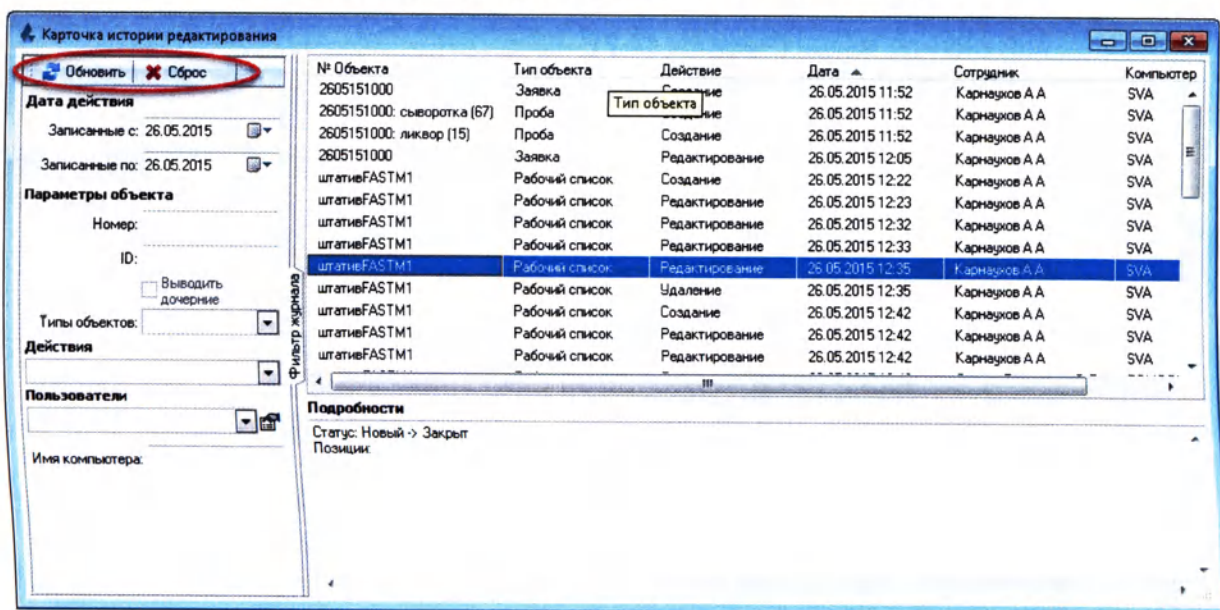

Рисунок 14.5
4. Чтобы произвести расширенный поиск, т.е. просмотреть историю редактирования не только одного объекта, нажмите кнопку **«Сброс»** (Рисунок 14.5):